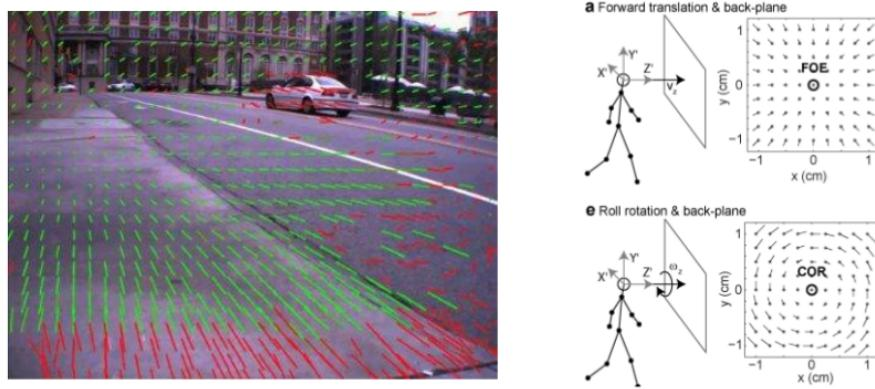

Abbildung 50: Optischer Fluss
**Optischer Fluss für Roboter & Flugdrohnen** (vgl. Abbildung 50):